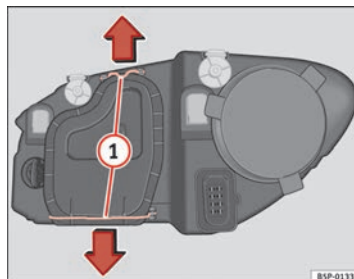

Fig. 183 Luz de cruce
- Desplace los tirantes ⇒ fig. 183 1 en el sentido de la flecha y saque la tapa.